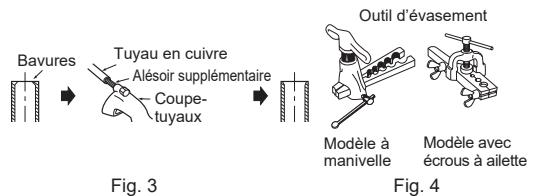

Fig. 3
- Ebarbez parfaitement la partie tronçonnée du tuyau. (Fig. 3)